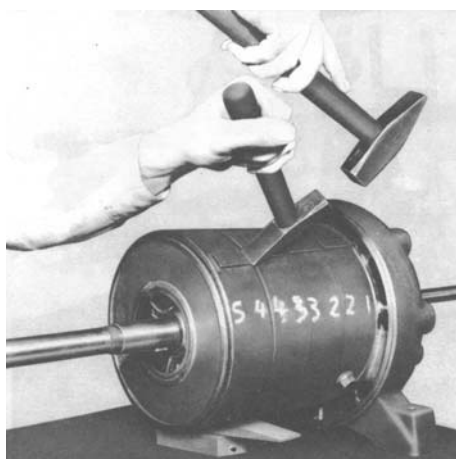
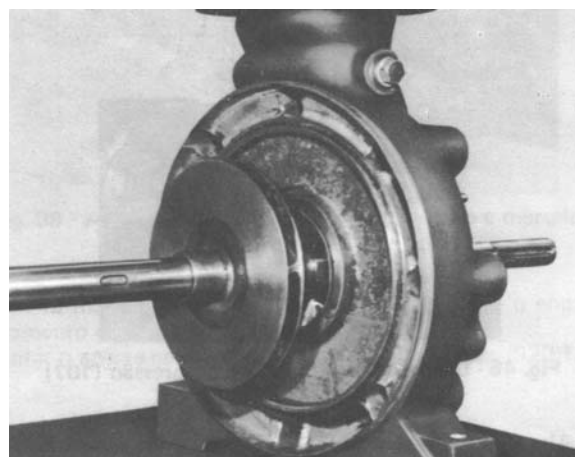

Figura 48 – Desencaixe do corpo de estágio (108)
Figura 49 – Bomba já sem o primeiro corpo de estágio (108)
- Alavancar e desmontar o rotor (230) do último estágio e sua chaveta. Apoiar a alavanca na região das palhetas para evitar quebras e trincas.
- Com auxílio de um pedaço de madeira ou dois martelos desencaixar o próximo corpo de estágio (108). Vide Figura 48. Suspende e desmontá-lo. Junto com o corpo de estágio (108) sai o difusor intermediário (171.2) e o anel de desgaste (502).
- Desmontar a luva de estágio (521) e o rotor (230) do próximo estágio junto com respectiva chaveta (940.2).
- Seguir nesta sequência até a desmontagem do primeiro corpo de estágio. Vide Figura 49.